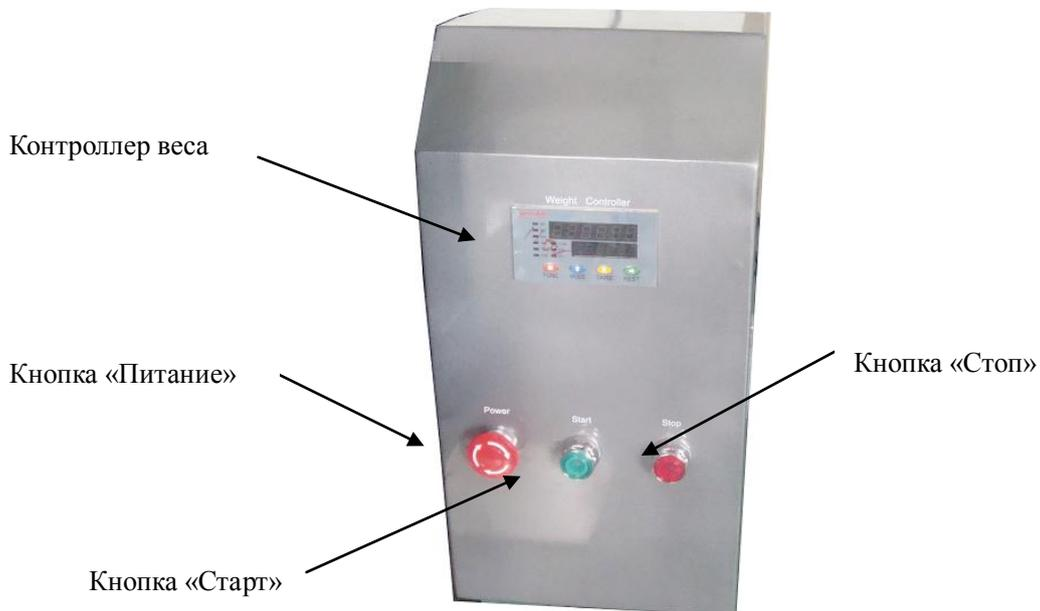

Рис. 5
Нажмите кнопку “■/FUNC”, на верхнем экране загорится **SET**, на нижнем **-C1-** (смотрите Рис. 5)
1) Рис. 5